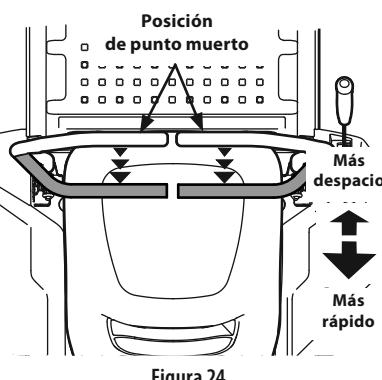

Figura 24
- Mueva las dos palancas de control de la transmisión de barras de seguridad lenta y uniformemente hacia atrás. El tractor comenzará a moverse hacia atrás. Consulte la Figura 24.